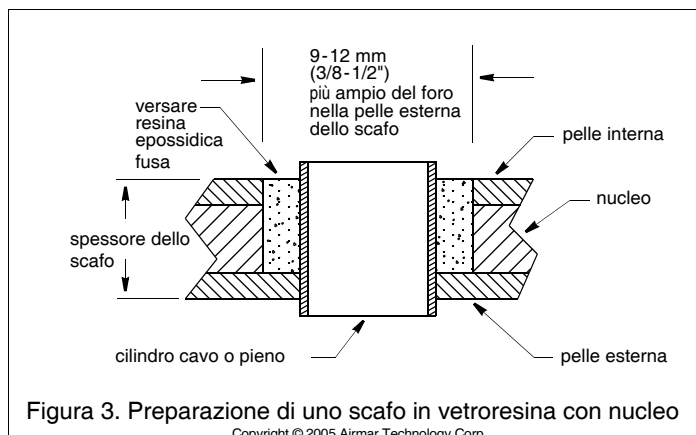

Figura 3. Preparazione di uno scafo in vetroresina con nucleo
2. Utilizzando una sega a tazza da 51mm o 2", ritagliate il foro dall'esterno dello scafo attraversando esclusivamente la pelle *esterna* (vedi Figura 3).